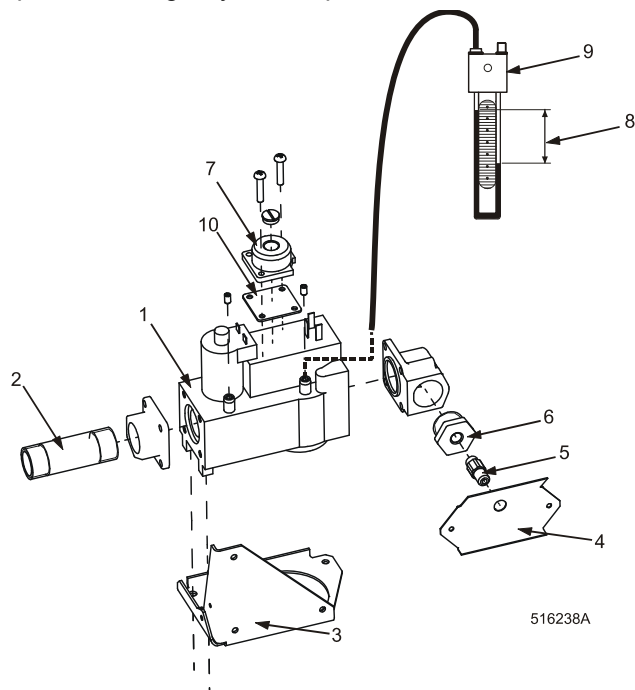

Bild. 8.6.2.A Avstängningsgasventil
- Skruva av skruvar hållande gasventil vid hållaren (bild. 8.6.2., spalt 3).
- Ta ut ventil uti maskinen. Byta hylsan (bild. 8.6.2., spalt 5). Hylsans storlek bestäms med hjälp av **bilagan 530762**.
- Ur gasventilen skruvas av regulatoren (bild. 8.6.2., spalt 7) eventuellt täckproppen (bild. 8.6.2., spalt 10) och monteras till propp (ev. regulatorn - som är maskinleveransens tillbehör).
- Om det är installerad gasregulator, justera då under maskinens gång krävd tryck på hylsan med hjälp av manometern (bild. 8.6.2., spalt 8 och 9) enligt **bilaga 530762**.